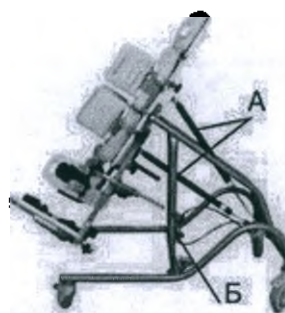

Рис.129
1) Регулировка поворотного ложа по углу наклона (рис.129)